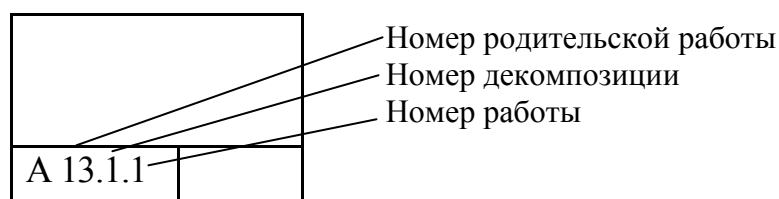
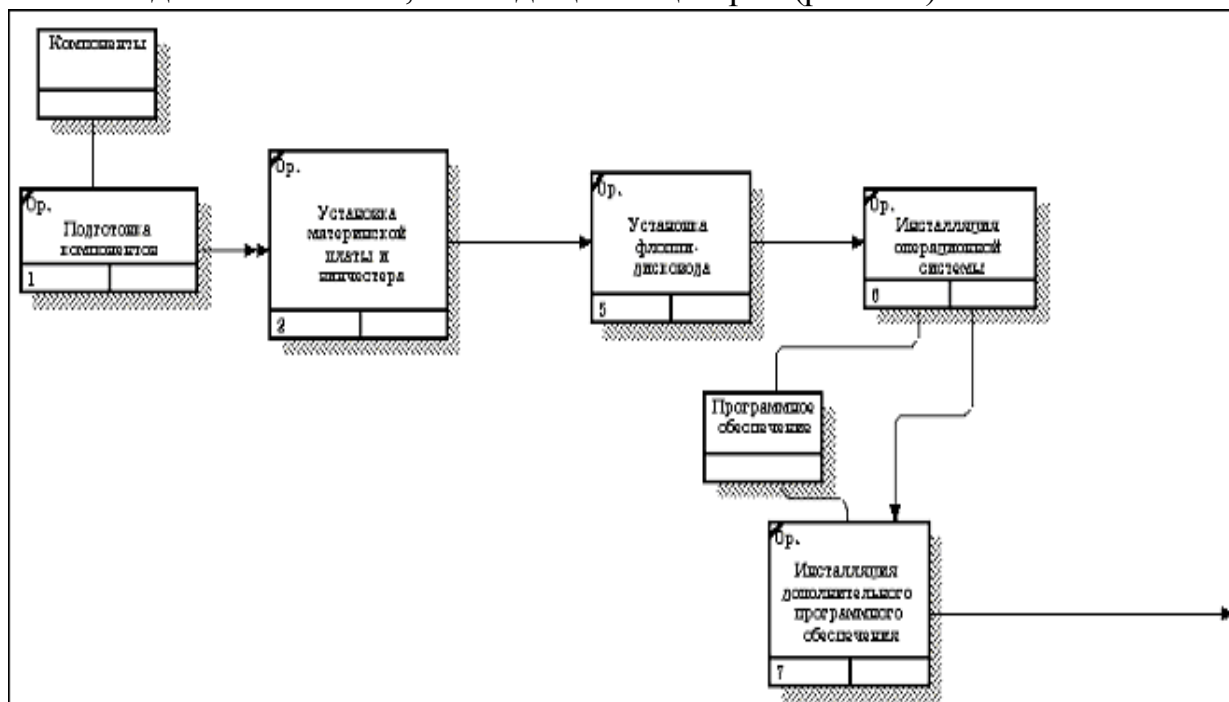

Рис. 113. Номер единицы работы (**UOW**)
Рис. 117. Результат выполнения упражнения 8
Возможность множественной декомпозиции предъявляет дополнительные требования к нумерации из номера родительской работы, номера декомпозиции и собственного номера работы на текущей диаграмме (рис. 113). работ. Так, номер работы состоит из номера родительской работы, номера декомпозиции и собственного номера работы на текущей диаграмме (рис. 117).
2. Удалите элементы, не входящие в сценарий (рис. 117).